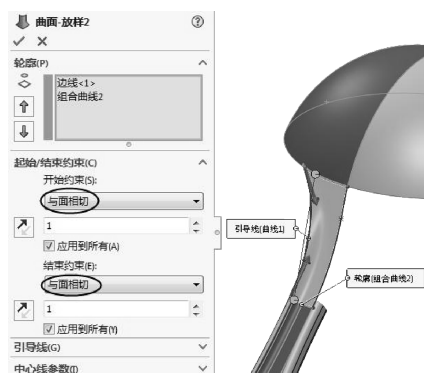

图 4-106 创建放样曲面
- 20 利用【放样曲面】工具，创建如图 4-106 所示的放样曲面。